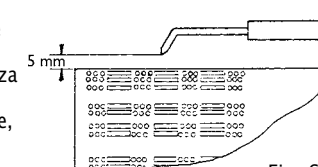

Fig. 6
- Controllare la posizione dell'elettrodo di accensione (Fig. 6).